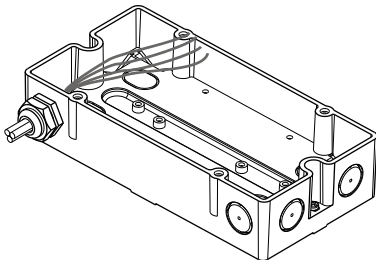

Fig. 5
- Insira os cabos e fixe os cabos na caixa (Fig. 5).